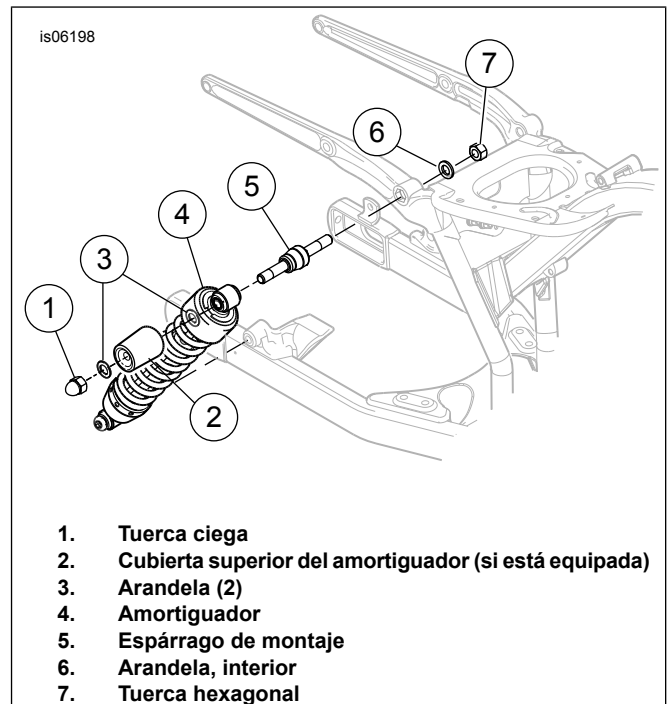
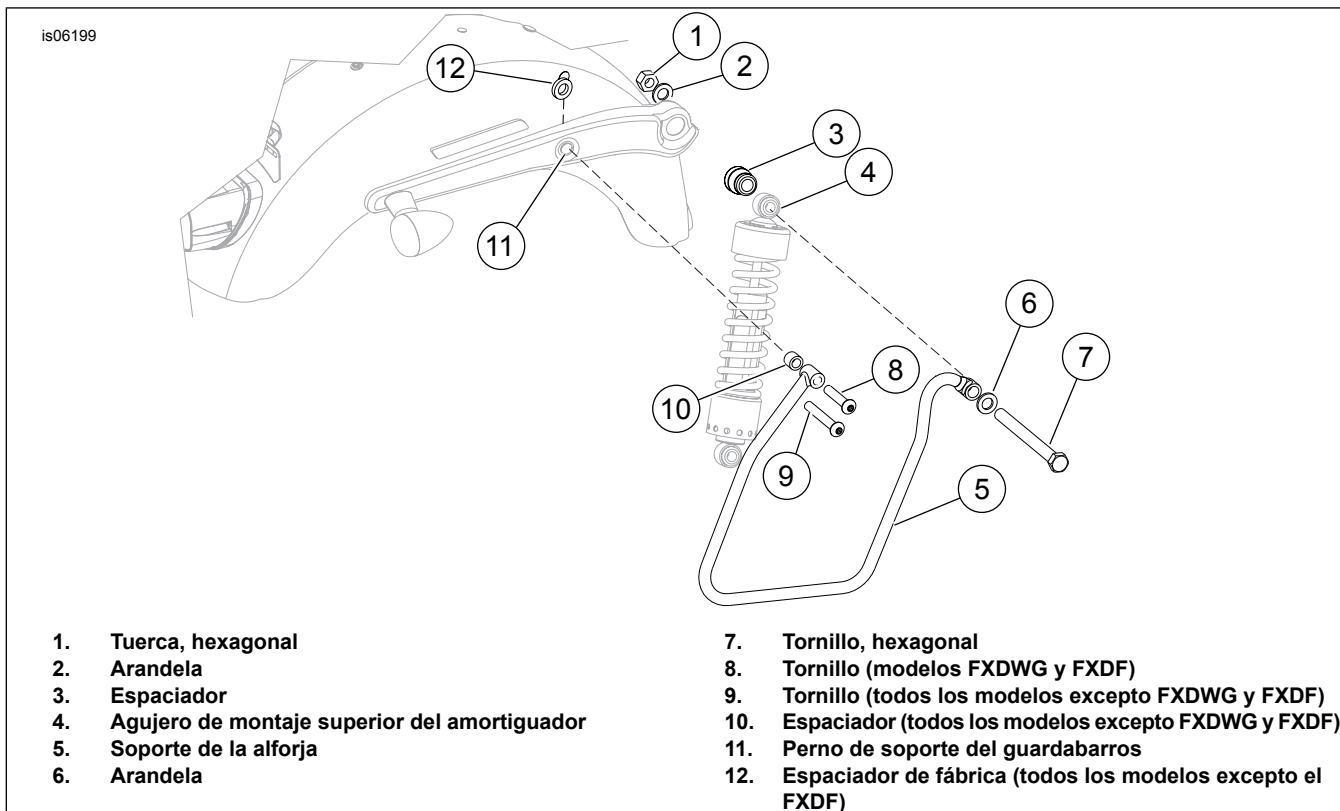

Figura 1. Extracción del amortiguador trasero (típico)
Figura 2. Instalación del soporte de la alforja
2. Vea Figura 1. Quite la tuerca ciega (1), las arandelas (3), el espárrago de montaje (5), la arandela (6) y la tuerca (7). Deseche los elementos de sujeción.
3. **Para todos los modelos excepto los modelos FXDB y FXDWG:** Retire y conserve la cubierta superior del amortiguador (2) (si está equipado con uno). **Para los modelos FXDB y FXDWG:** Retire y deseche la cubierta superior del amortiguador superior (2).
4. Vea Figura 2. Retire y deseche el perno de montaje del guardabarros (11) de la cubierta del soporte del guardabarros.
5. **Para todos los modelos excepto el FXDF:** Quite el espaciador (12). Guárdelos para la instalación.
1. Vea Figura 2. Aplique Loctite 243, Fijatornillos y sellador (azul) a las roscas del perno de montaje (7).
2. Instale el soporte de la alforja (5) en el amortiguador (4) con la tuerca (1), la arandela (2), el espaciador (3), la arandela (6) y el perno (7).
3. **Para todos los modelos:** Aplique Loctite 243, Fijatornillos y sellador (azul) a las roscas del perno de montaje (8 ó 9). **Para los modelos FXDWG:** Instale el punto de montaje trasero del soporte de la alforja con el tornillo corto con cabeza de botón (8). **Para los modelos FXDF:** Instale el punto de montaje trasero del soporte de la alforja con el tornillo corto con cabeza de botón (8). Verifique que el espaciador de fábrica (12) esté en la posición correcta. **Para todos los demás modelos:** Instale el punto de montaje trasero del soporte de la alforja con el tornillo largo con cabeza de botón (9) y el espaciador (10).
4. Apriete el perno superior del amortiguador (7) a 95–115 N·m (75–85 ft-lbs).